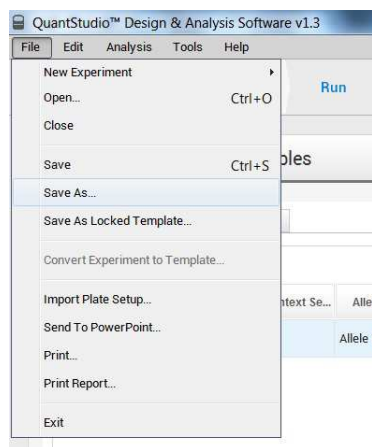

Fig. 8
5. Para salvar o experimento, clique e selecione no menu superior *Save*, o nome do arquivo corresponde ao nome do experimento já definido (extensão .eds). Para salvar como um template, clique e selecione no menu superior *Save As* (extensão .edt) (Fig. 8).